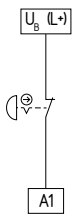

Fig. 5
**Circuit d'arrêt d'urgence à 1 canal avec organes de commande selon EN ISO 13850 et EN 60947-5-5 (Fig. 5)**